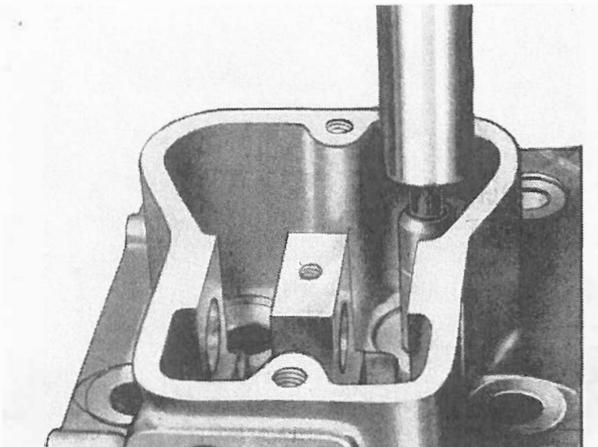

Fig. 13
- Forzare le guide con una pressa o con punzone (Fig. 13).
5. Drive in guides with a press or punch (Fig. 13)
jet métallique calibré (fig.13).